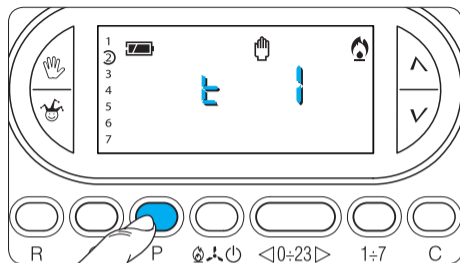

Fig. 69
19.9 - Premere il pulsante **P** (fig. 69).